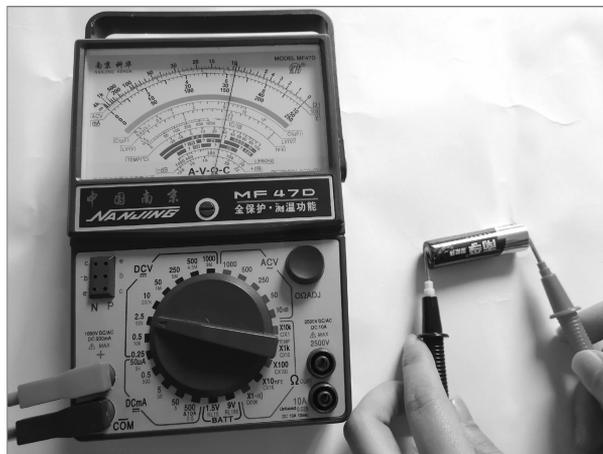

图 2-10 测量直流电压
(3) 连接:将万用表的红表笔接到电池正极,黑表笔接到电池负极。
(4) 读数:因使用 2.5 V 量程,所以应该按 250 线读数,读出值为 148。又由于 2.5 与 250 相差 100 倍,所以再用 $148/100$,即实际直流电压值为 1.48 V,如图 2-10 所示。